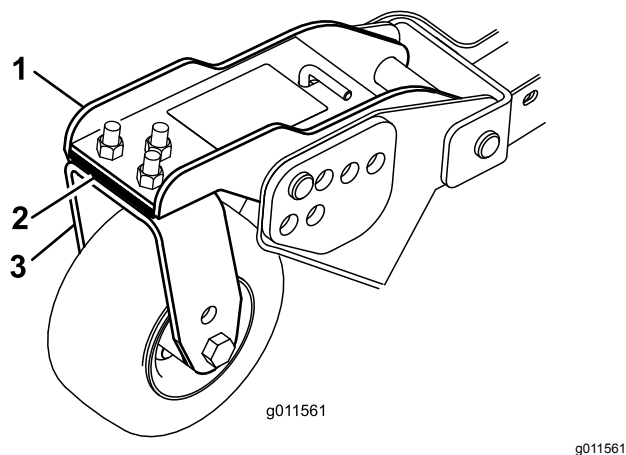

Figura 35
Girate la lama di ciascun perno fino a disporla in parallelo con la lunghezza della macchina. Misurate dal suolo alla punta anteriore del tagliente. Regolate gli spessori sul braccio (o bracci) della ruota orientabile anteriore affinché corrispondano all'adesivo dell'altezza di taglio (Figura 35). Unicamente per il fusello della lama esterna fate riferimento alla procedura in Regolazione del passo del piatto di taglio anteriore \(pagina 78\).
3. Se il bordo interno del piatto di taglio laterale è troppo alto in relazione al bordo esterno del piatto di taglio anteriore, rimuovete uno spessore dalla parte inferiore del braccio della ruota orientabile anteriore interno sul piatto di taglio laterale (Figura 35).